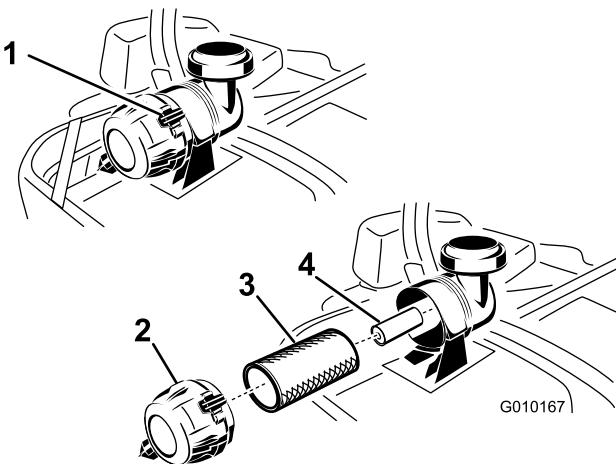

Figura 48
3. Presione hacia abajo para abrir los enganches del limpiador de aire y tire de la tapa del limpiador de aire para separarla de la carcasa del limpiador de aire (Figura 48).
5. Extraiga con cuidado el filtro primario del cuerpo del limpiador de aire (Figura 48). Evite golpear el filtro contra el lado de la carcasa.
1. No limpie el filtro de papel, cámbielo (Figura 48).
2. Si va a cambiar el filtro secundario, deslícelo cuidadosamente en el cuerpo del filtro (Figura 48).
3. Deslice cuidadosamente el filtro primario por encima del filtro secundario (Figura 48). Asegúrese de que está bien asentado empujando sobre el borde exterior del filtro mientras lo instala.
4. Instale la tapa del limpiador de aire y gírela hasta que los enganches la bloqueen en su sitio (Figura 48).